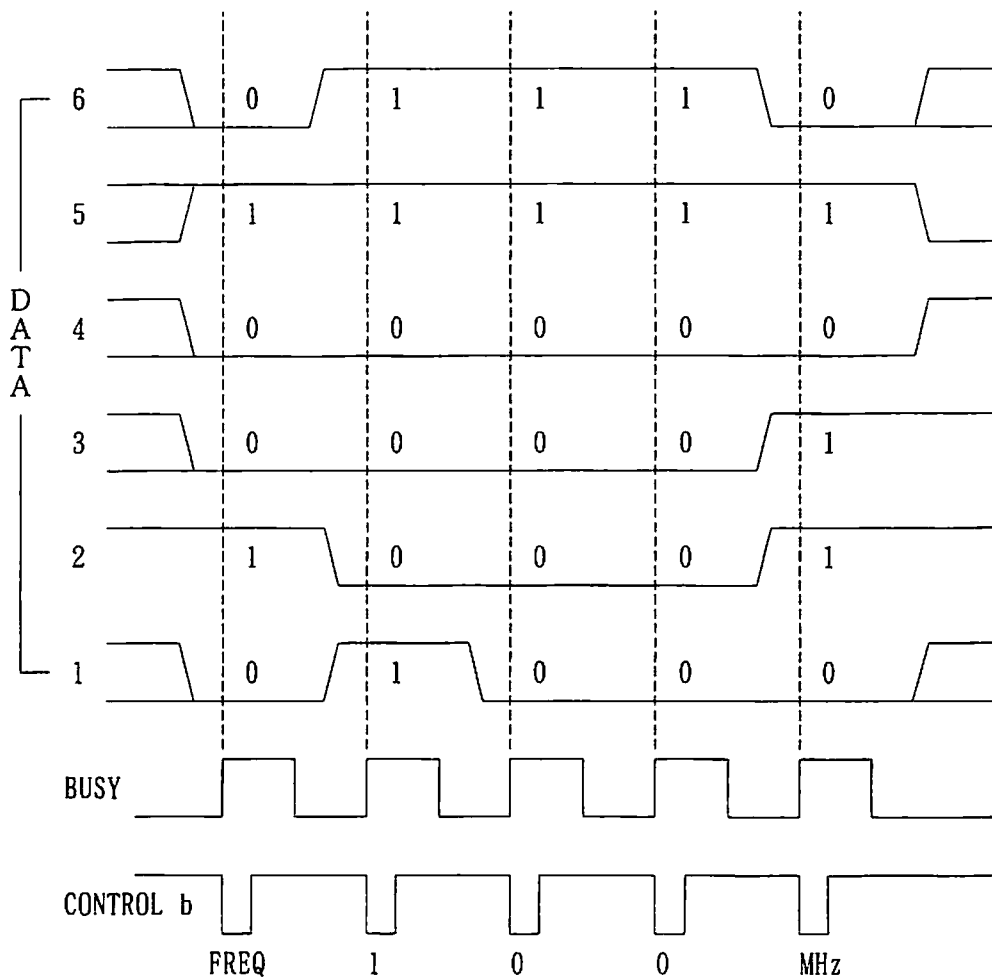

図9-3
- 3) 図9-3の様に、キー・コード表によって1のデータ“110001”を設定し、CONTROL bの信号を1ms以上“0”で出力します。